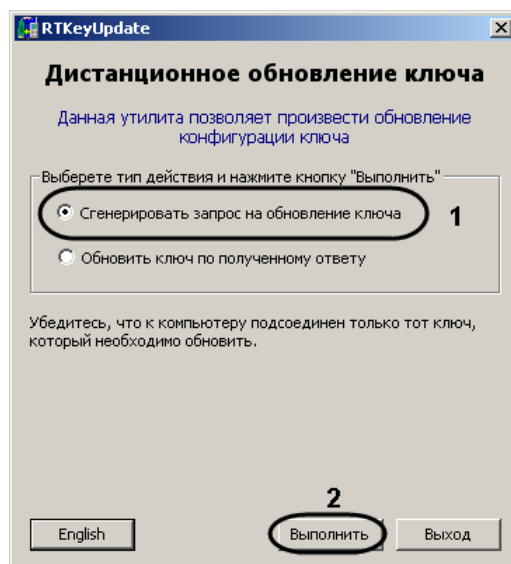

Рис. 13.2—3 Создание запроса на обновление ключа
1. Запустить утилиту RTKeyUpdate.exe (Рис. 13.2—3).
2. Установить переключатель в положение «Сгенерировать запрос на обновление ключа» (см. Рис. 13.2—3, 1).